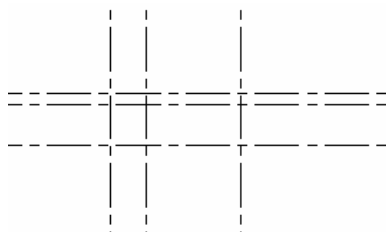

图 6-48
(5)单击【绘图】工具栏上的按钮，把绘制好的垂直中心线向右分别偏移“26”和“96”。再把水平中心线向上偏移“30”和“38”。绘制好的图形如图 6-48 所示：